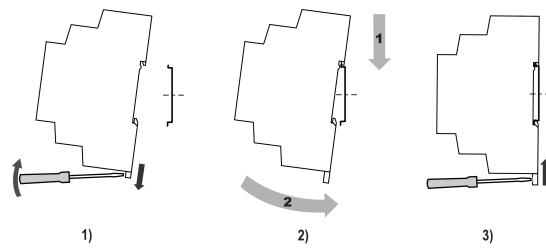

Рисунок 1 – Монтаж пристрою
- Вставивши викрутку в ушко, відтягнути защілку (див. рисунок 1, 1). Пристрій установити на DIN-рейку.
- Пристрій притиснути до DIN-рейки (див. рисунок 1, 2, стрілки 1 і 2). Викруткою повернути защілку в початкове положення.